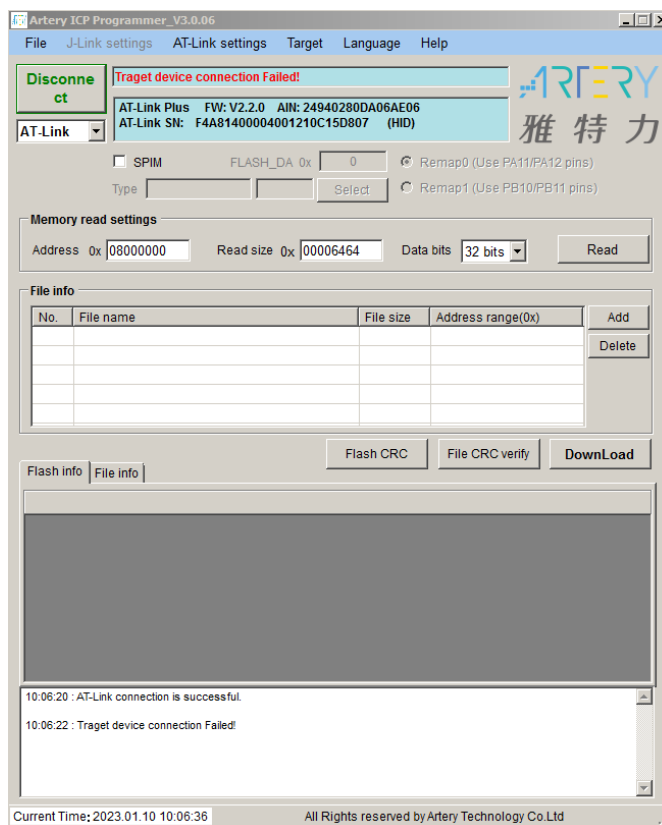

Рисунок 3.4 – Успешное подключение
3.4.5 При успешном подключении красная надпись **Connect** изменится на зеленую **Disconnect** (рисунок 3.4).